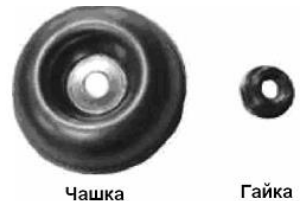

Рисунок 8
- утримуючи стопорний стрижень однією рукою, надійно затягніть гайку трубчастим ключем (з набору інструментів), повертаючи її проти годинникової стрілки (з боку вихідного валу редуктора) (рисунок 8).